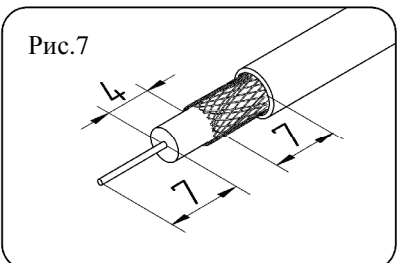

Рис.7
- 5.4. Для пассивной антенны разделить один конец кабеля согласно рис.7, а другой конец подготовить под установку антенной вилки в зависимости от способа ее крепления.
- 5.5. Для активных антенн оба конца кабеля разделить согласно рис.7.